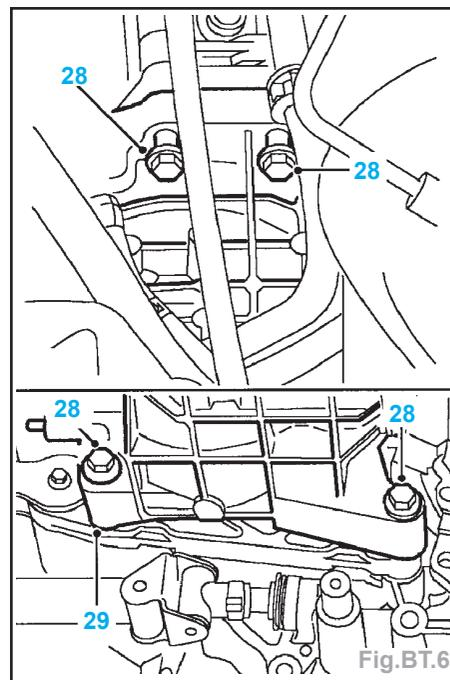

Fig.BT.6
- Enlever les 4 boulons (28) maintenant le réducteur IRD (Fig.BT.6).
- Avec un aide, dégager le réducteur IRD (29) de la boîte de vitesses et le déposer du véhicule.
- Enlever les 4 boulons maintenant le réducteur IRD (Fig.BT.6).